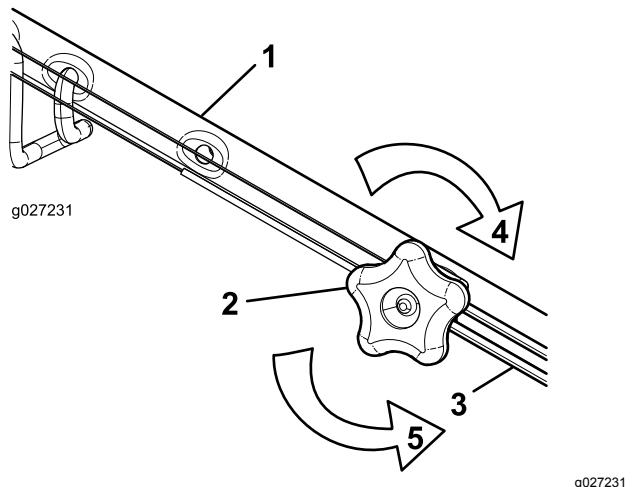

Figura 34
1. Gire el pomo de ajuste en sentido antihorario para aflojar el cable (Figura 34).
2. Ajuste la tensión del cable (Figura 34) tirando del mismo hacia atrás o empujándolo hacia adelante, y sujetelo en esa posición.